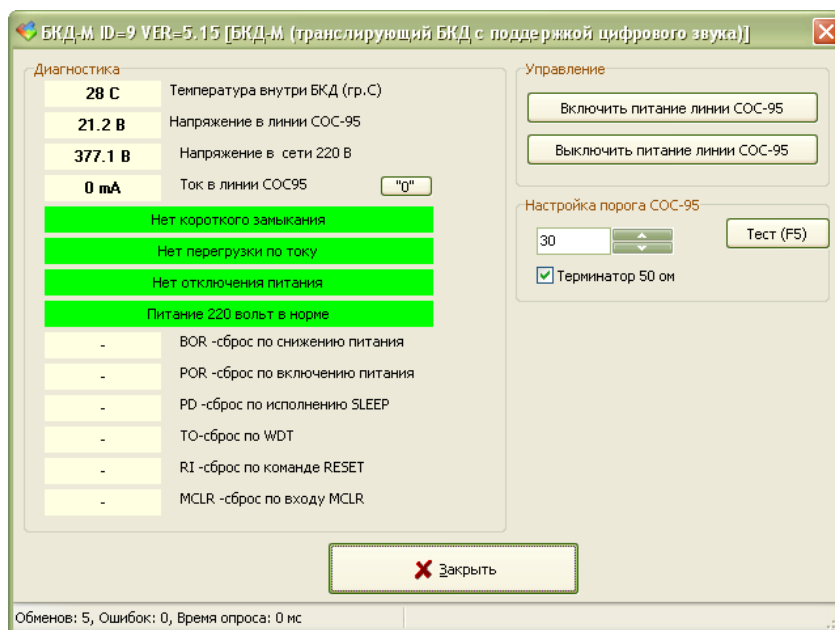

Рисунок 16 - Параметры БИУ-DIN
- 4) Выбрать найденный БКД-DIN в таблице устройств и нажать кнопку «Тест». Откроется окно с параметрами (рисунок 16).
- 4) Выбрать найденный блок в таблице устройств и нажать кнопку «Тест». Откроется окно с параметрами блока (рисунок 16).
4) Выбрать найденный блок в таблице устройств и нажать кнопку «Тест». Откроется окно с параметрами блока (рисунок 16).